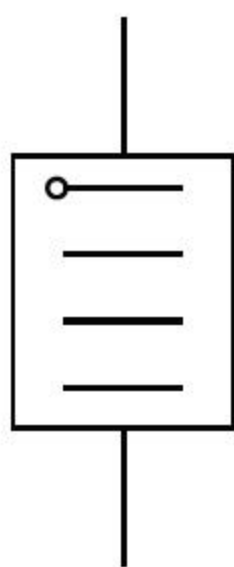

图4-42 打开素材
**01** 单击快速访问工具栏中的【打开】按钮，打开本书配备资源中的“素材\第4章\4-4 矩形阵列试验接线柱.dwg”文件，如图4-42所示。